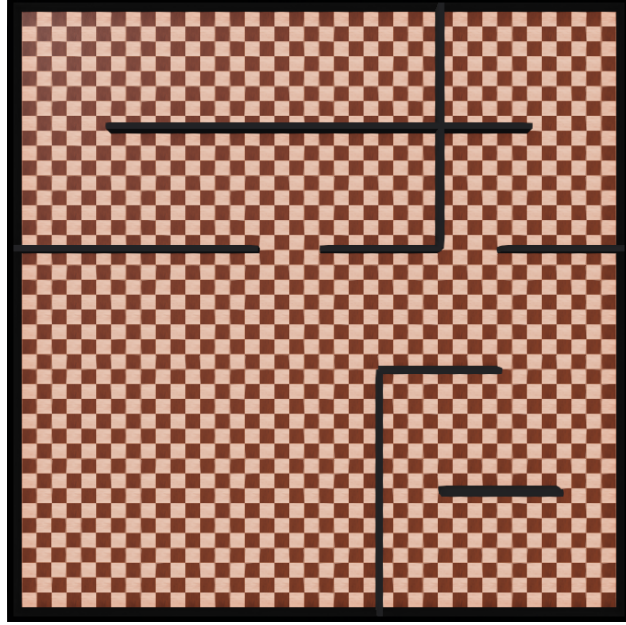

Figura 1: Mapa del mundo de Webots suministrado.
1. Descargue de Canvas el archivo `mt3005lab9.zip` y extraiga sus contenidos dentro de una carpeta en una ubicación de su preferencia. Dentro de esta carpeta se encuentra un directorio de proyecto de Webots, el cual contiene un archivo de mundo con un robot móvil Pioneer P3-DX (se adjunta a la guía la ficha técnica del robot) en el borde inferior de un piso de 10x10m en donde cada cuarto se encuentra delimitado por paredes, como se muestra en la Figura 1.